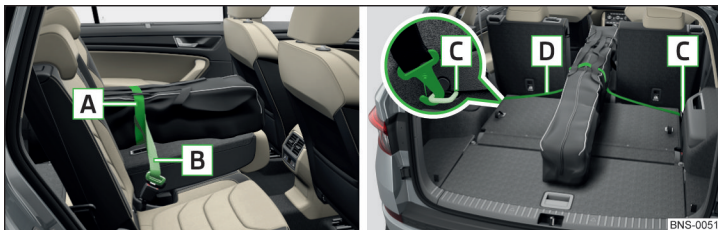

Abb. 131 Durchladesack vorn/hinten sichern
- › Das Zugband **A** um die Skier **am Fuß** der Bindungen festziehen » Abb. 131. Das Band muss die Skier fest umfassen.